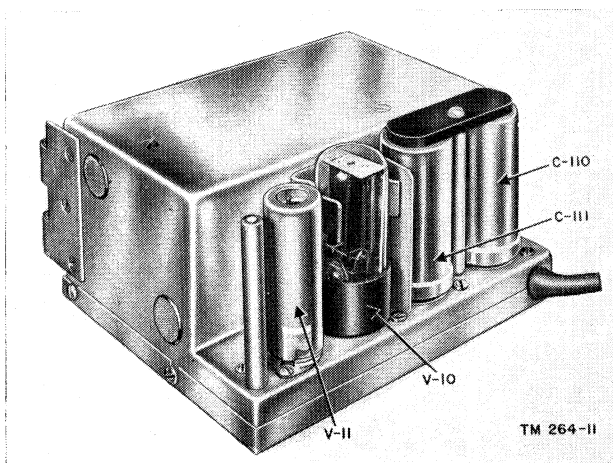

Figure 18. Rectifier RA 20 B.
24. Rectifier RA-20-B (fig. 18)